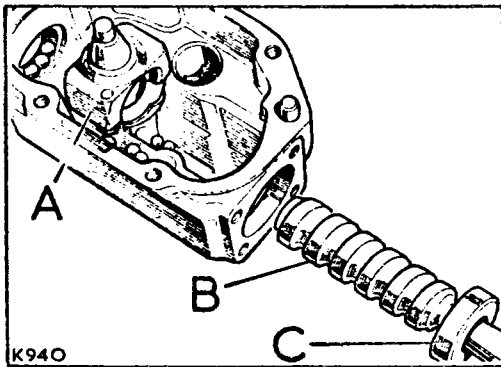

Fig. G1-48.- Barra de la dirección.
- 1.5.- Girar la barra de la dirección lo que sea necesario para que la tuerca de bolas circulantes, A (Fig. G1-48) quede situada en el punto medio del eje sinfn, B. Seguidamente, haciendo uso del mazo se golpeará suavemente la caja de engranajes para separarla de la barra de la dirección lo suficiente para poder retirar el rodamiento de bolas superior, C, teniendo cuidado de no perder ninguna de las bolas que puedan salirse de los cojinetes.